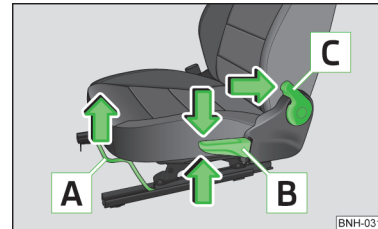

Abb. 49
### Bedienelemente am Sitz » Abb. 49
- Den Hebel **A** » Abb. 49 (in der Mitte) in Pfeilrichtung ziehen und den Sitz in die gewünschte Richtung schieben.
- Den Hebel **B** » Abb. 49 in Richtung eines der Pfeile wiederholt ziehen bzw. drücken.
- Den Hebel **C** » Abb. 49 in Pfeilrichtung ziehen und mit dem Rücken die gewünschte Neigung der Sitzlehne einstellen.